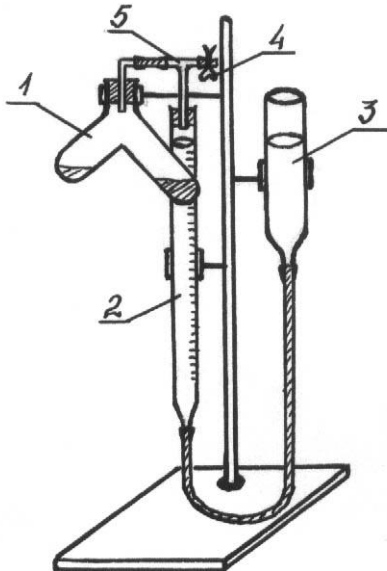

Рис.1 Схема установки для визначення вологості сировини.
Дослід проводиться у спеціальній пробірці (“склянка Оствальда”) (1), що має два коліна: “а” та “б” (див. рис. 1). Пробірка з’єднана з бюреткою (2), рівень води в якій встановлюється зрівноважувальною склянкою (3). Добре висушена пробірка закріплюється на штативі і у велике коліно “б” вносять досліджувану речовину (біля 0,5 г) через лійку. В коліно “а” через лійку вносять 1-1,5 прожареного, розмеленого і просіяного кальцій карбиду. Пробірку закривають пробкою, яка через трійник (5) з’єднує її з бюреткою. Підняттям зрівноважувальної склянки бюретку заповнюють водою до нульової поділки, закривають зажим (4) та перевіряють зібраний прилад на герметичність. Вся ця підготовка